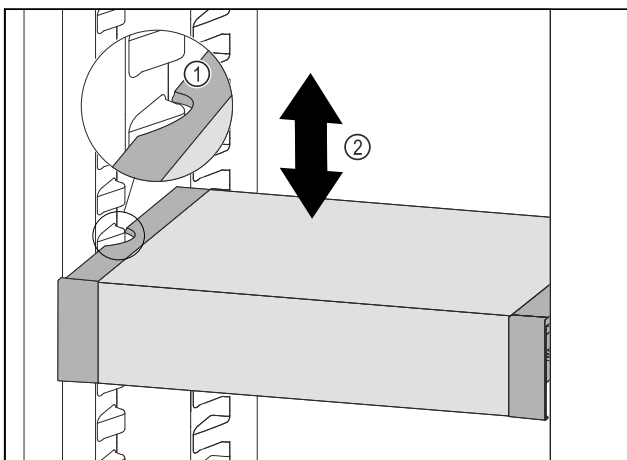

Fig. 67
- ▶ Tire del VarioSafe hacia delante hasta que las cavidades laterales del VarioSafe estén al mismo nivel que la ranura del recipiente en el compartimento frigorífico. Fig. 67 (1)
- ▶ Mueva el compartimento VarioSafe hacia arriba o hacia abajo en el compartimento frigorífico hasta que alcance la altura deseada. Fig. 67 (2)